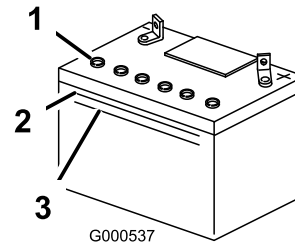

Figura 38
- Retire los tapones de ventilación de la batería (Figura 38).
- Vierta lentamente agua destilada en cada célula de la batería hasta que el nivel de electrolito llegue a la línea superior (Figura 38) de la caja de la batería.
- Espere de cinco a diez minutos después de llenar las células de la batería. Añada agua destilada, si es necesario, hasta que el nivel de electrolito llegue a la línea superior (Figura 38) de la caja de la batería.
- Mire hacia el lateral de la batería. El electrolito debe llegar a la línea superior (2). Figura 38 No permita que el electrolito esté por debajo de la línea inferior (Figura 38).